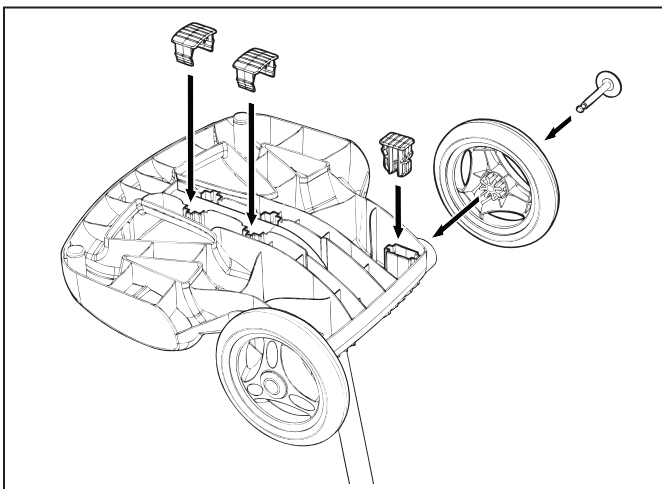

Figure 5. Encliquez les blocs de support et attachez les roues
5. Enclenchez deux blocs de support en place (Figure 5).
6. Faites glisser l'axe et la pièce d'emboîtement au centre de la roue et fixez-les à l'unité de base. Enclenchez la bride de verrouillage en place pour fixer la roue. Répétez l'opération pour attacher les deux roues (Figure 5).